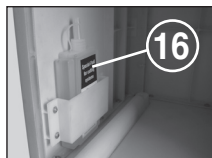

Fig. 6
Trekk ut beholder (14), ta oljeholder (16) (fig. 6) ut av festet i husets underdel og skyv beholderen inn igjen. Påfør et ark papir litt olje og tilfør dette det skjæreverket gjennom innmatingstrakten for papiret (12). Papiret trekkes inn og oljen kommer så i skjæreverket.
- Trekk beholder (14) så langt ut til kontrolldisplayet (8) lyser opp.
- Kontroll-indikatorene (7) og (4) blinker.
- Trykk på tilbaketasten (4) og hold den inntil kontroll-indikatoren (7) slukker.